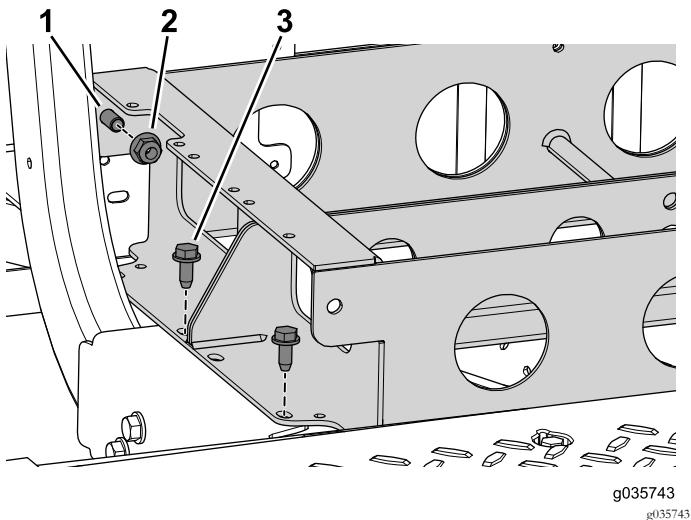

Figura 60
- Retire los 4 pernos que sujetan la bandeja de baterías a la máquina (Figura 60).
- Retire las 2 tuercas con arandela prensada, pero no los 2 pernos, que conectan las bandejas de baterías delantera y trasera (Figura 60).